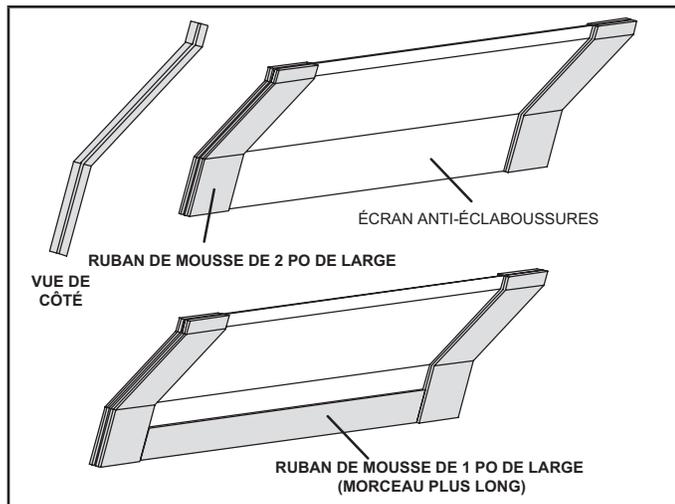

FIGURE 14. Application d'une bande de mousse sur l'écran anti-éclaboussures
- 4 - Retirez les vis du couvercle supérieur. Retirez la vis de l'écran anti-éclaboussures horizontal située au centre du joint d'extrémité arrière du serpentin comme illustré à la figure 14, page 26.
- 4 - La bande de mousse forme un joint entre l'écran anti-éclaboussures et le serpent afin que de l'eau ne puisse pas pénétrer dans le courant d'air. Les morceaux de mousse sont prédécoupés. Appliquez de la mousse sur les écrans anti-éclaboussures comme illustré à la figure 14 et précisé ci-dessous :